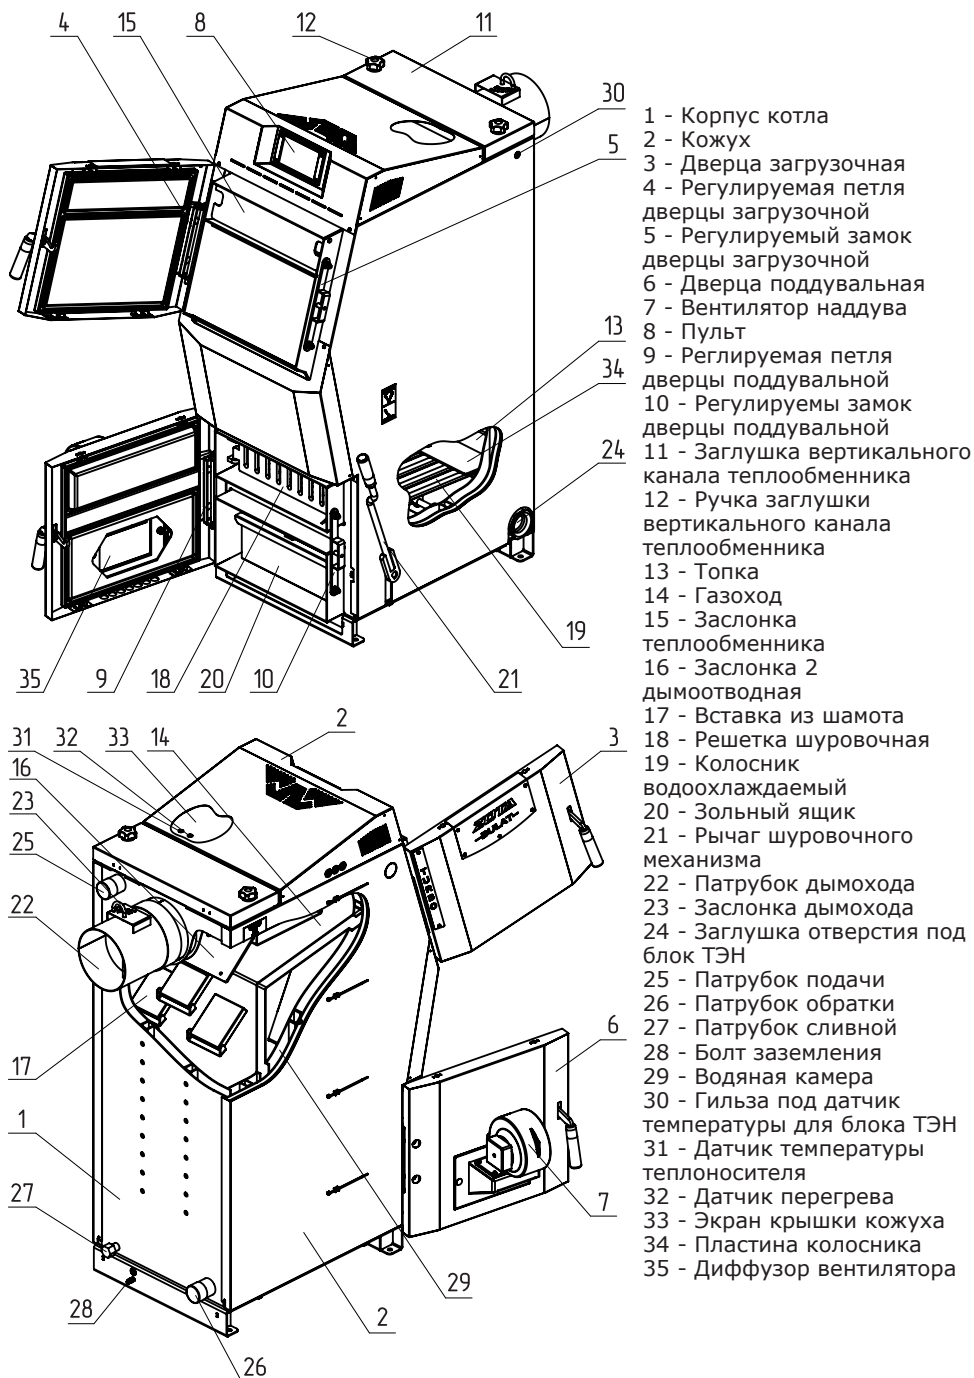

Рис.1 Конструкция отопительного котла
4.5.10. Эксплуатация котла без зольного ящика (Рис.1 поз.20).
5.1. Котел (Рис.1) состоит из корпуса (поз. 1), топки (поз.13), патрубка дымохода (поз.22). В нижней части топки находятся водоохлаждаемые колосники (поз. 19) и зольный ящик (поз.20).
Внимание! Не допускается эксплуатация котла без установленного зольного ящика (Рис.1 поз.20). Эксплуатация котла без установленного зольного ящика приводит к прогоранию и деформации водонеохлаждаемых поверхностей котла. В случае нарушений условий эксплуатации котла рекламации не принимаются.
Внимание! Не допускается эксплуатация котла без установленной шуровочной решетки (Рис.1 поз.18). Отсутствие шуровочной решетки может привести к повреждению лакокрасочного покрытия и прогару поддувальной двери. В случае нарушений условий эксплуатации котла рекламации не принимаются.
5.3. В корпус котла вмонтировано рычажное шуровочное устройство с приводом от рычага (Рис.1 поз.21), предназначенное для удаления золы с колосниковой решетки.
Внимание! Не допускается эксплуатация котла без установленной заслонки (Рис.1 поз.15). Эксплуатация котла без установленной заслонки приводит к прогоранию и деформации воднеохлаждаемых поверхностей котла. Котел не выходит на номинальную мощность. В случае нарушений условий эксплуатации котла рекламации не принимаются.
• Откройте заглушку вертикального канала теплообменника (Рис.1 поз.11) и уберите заслонку 2 дымоотводную (Рис.1 поз.16);
- После установки шамотных кирпичей установите заслонку 2 дымоотводную (Рис.1 поз.16) и заглушку вертикального теплообменника (Рис.1 поз.11).